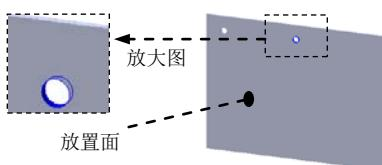
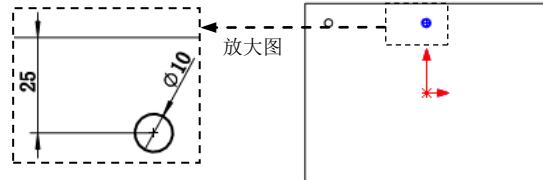

图 17.2.6 孔 2
图 17.2.7 尺寸约束
Step4. 创建图 17.2.6 所示的零件特征——孔 2。
- (1) 选择下拉菜单**插入(I)** → **特征(E)** → **孔(H)** → **简单直孔(S)...**命令，系统弹出“孔”对话框。
(2) 定义孔的放置面。选取图 17.2.6 所示的模型表面为孔的放置面。
(3) 定义孔的参数。
① 定义孔的深度。在“孔”对话框中的**方向1**区域的下拉列表中选择**完全贯穿**选项。
② 定义孔的直径。在**方向1**区域的**尺寸**文本框中输入数值 10.0。
(4) 单击“孔”对话框中的√按钮，完成孔 2 的创建。
(5) 编辑孔的定位。
① 进入定位草图。在设计树中右击孔2，从系统弹出的快捷菜单中单击按钮，进入草图环境。
② 创建尺寸约束。创建图 17.2.7 所示的尺寸，在草图工具栏单击命令，退出草图环境。